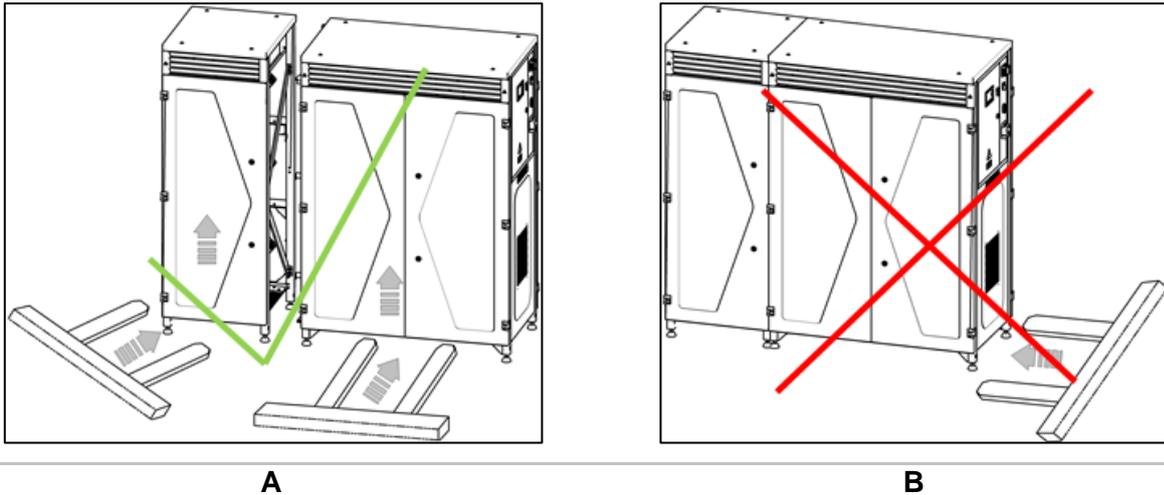

Рис. 4: Погрузка/разгрузка модуля компрессора
- Разместите модуль компрессора на месте установки (Рис. 4А).